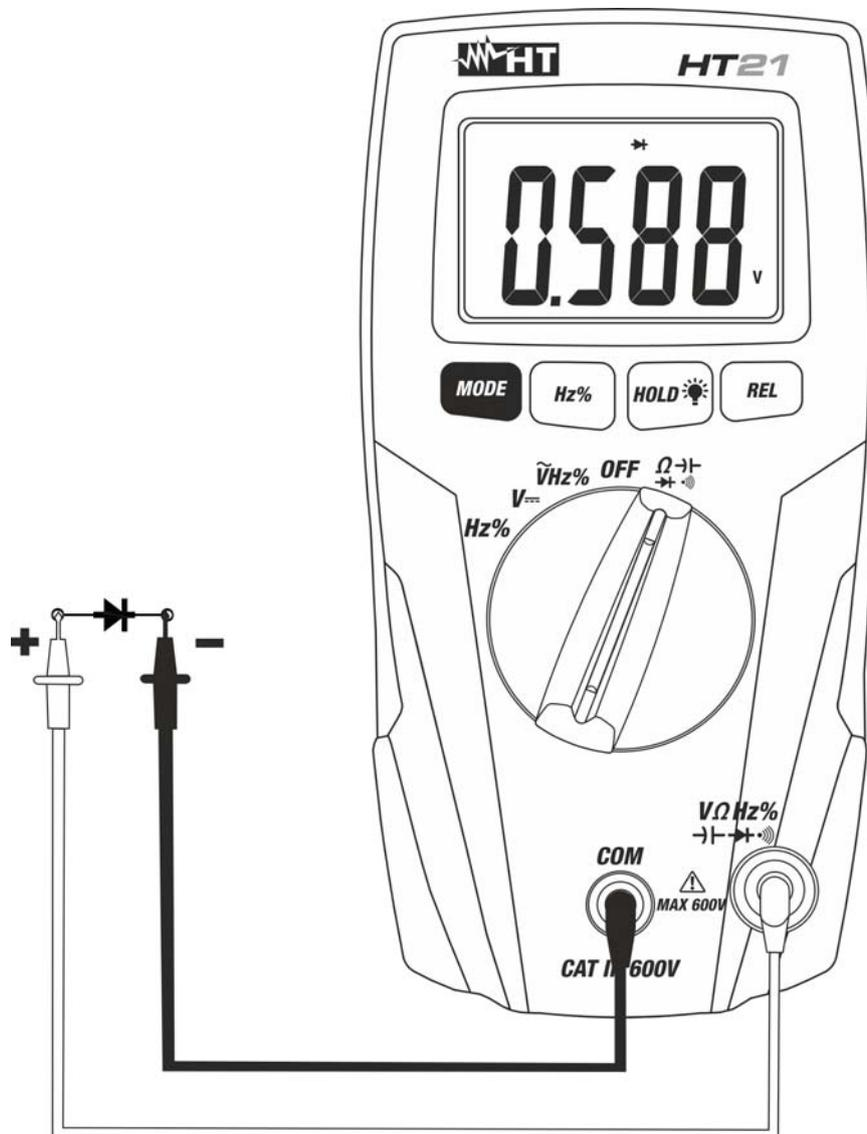

Fig. 5 : Utilisation de l'instrument pour le test des diodes
4. Positionner les embouts aux extrémités de la diode sous test en respectant les polarités indiquées (voir la Fig. 5)
6. Si l'instrument affiche le message «O.L.» les bornes de la diode sont inversées par rapport à ce qui est indiqué dans Fig. 5 ou bien la jonction P-N de la diode est endommagée